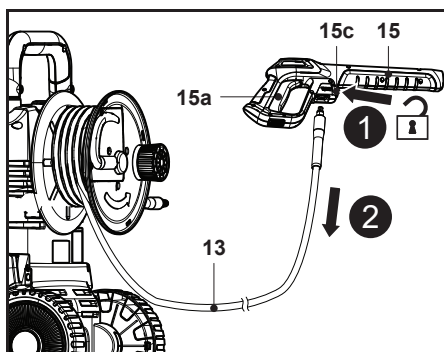

Rys. 7
1. Delikatnie pociągnąć za wąż ciśnieniowy (13), aby go wyciągnąć. Zalecamy, aby przed rozpoczęciem pracy całkowicie rozwinąć wąż ciśnieniowy (13).
2. Włożyć końcówkę węża ciśnieniowego (13) do złączki do węża (15d) w pistolecie natryskowym (15) i wsuwać aż do usłyszenia kliknięcia (rys. 7).